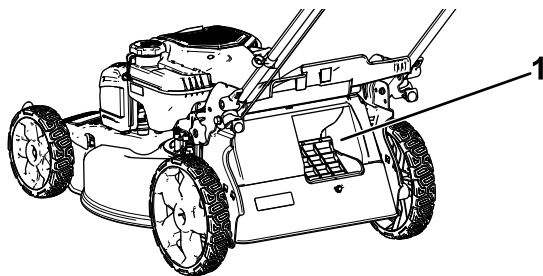

Figura 17
**Importante:** Para uma operação adequada, desligue o motor, espere que todas as peças móveis parem e então remova quaisquer aparas de grama e detritos da porta do saco recolhedor opcional e da abertura ao redor (Figura 17) antes de mover a alavanca do saco recolhedor opcional de uma posição para outra.